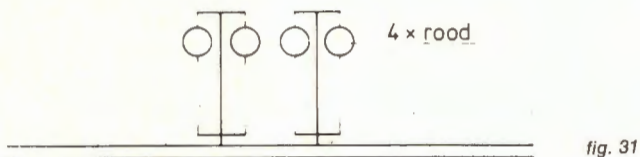

fig. 29
- (1) Dageinen op brugvleugels bij brugslag bij gedeeltelijke stremming (fig. 29)
fig. 29 vijzelhulpstuk